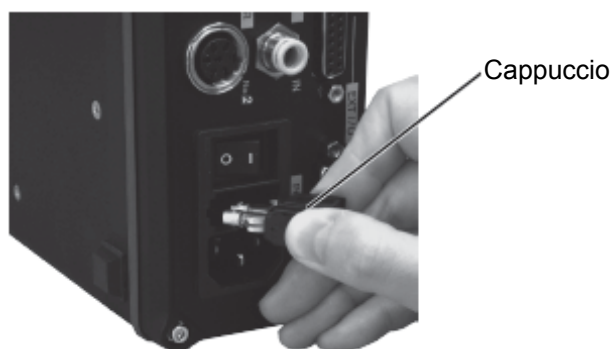

Fig. 7
- (1) Inserire la sezione di diametro dell'alloggiamento del mandrino motore nel foro della piastra dello strumento della macchina.
- (2) Fissare il mandrino motore mediante i 2 fori svasati presenti sulla superficie della flangia, utilizzando i bulloni come illustrato nel manuale d'uso del mandrino motore (cfr. fig. 2, fig. 4, fig. 6 e fig. 7). Fare inoltre riferimento alla tabella 1 e alla figura 27.